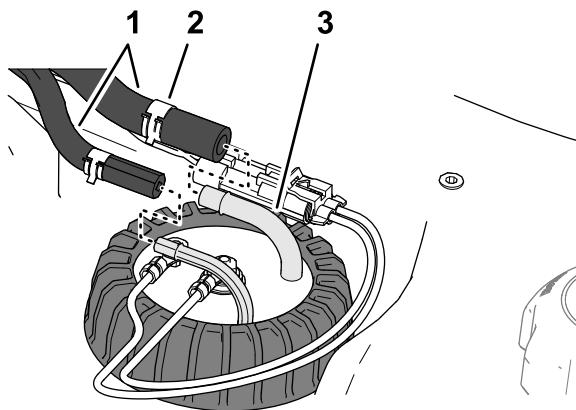

图 84
4. 将固定软管的夹子移动到燃油发送器内侧的接头上然后从接头上拆下软管图 84。